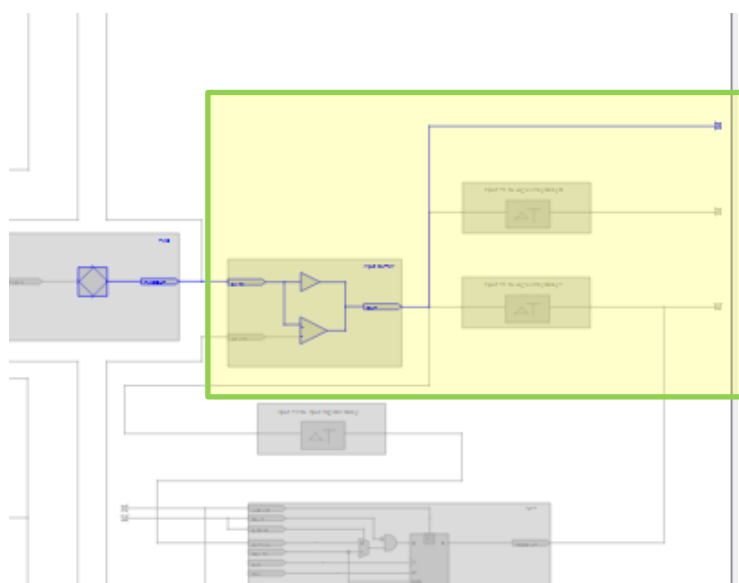
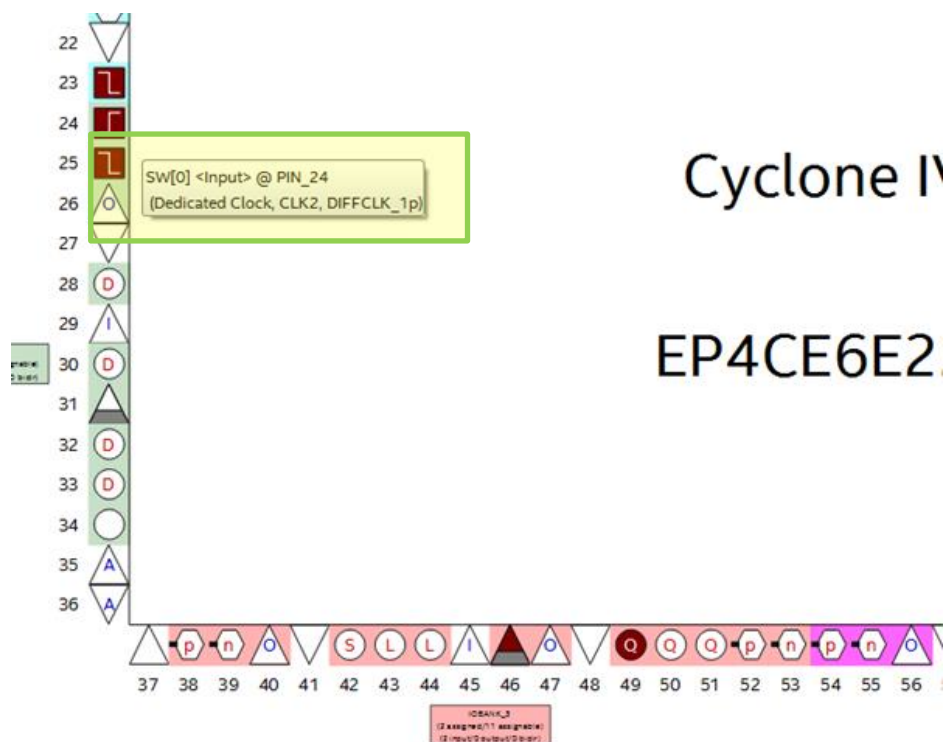

Рис. 80 Просмотр прохождения сигнала SW0 через цепи блока ввода-вывода микросхемы
Рис. 81 Просмотр свойств сигнала SW0 около ввода-вывода микросхемы
14.10. Выберите сигнал **SW[0]** (pin 24) (он относится к группе сигналов, для которых есть предупреждения в окне **Message** после компиляции) в **Pin Planner**, нажмите правую кнопку мыши и выполните **Locate=> Locate in Resource Properties Editor**. Видно, что сигнал с вывода **SW[0]** проходит в внутренние цепи микросхемы напрямую, минуя все дополнительные цепи (рис. 80). Это связано с тем, что этот сигнал относится к группе **Dedicated** (выделенных сигналов специального назначения, в данном случае предназначенных для ввода тактовых сигналов). Это можно увидеть, если подвести курсор к выводу 24 на символе микросхемы в окне **Pin Planner**, при этом появится окошко с информацией о выводе (Рис. 81).